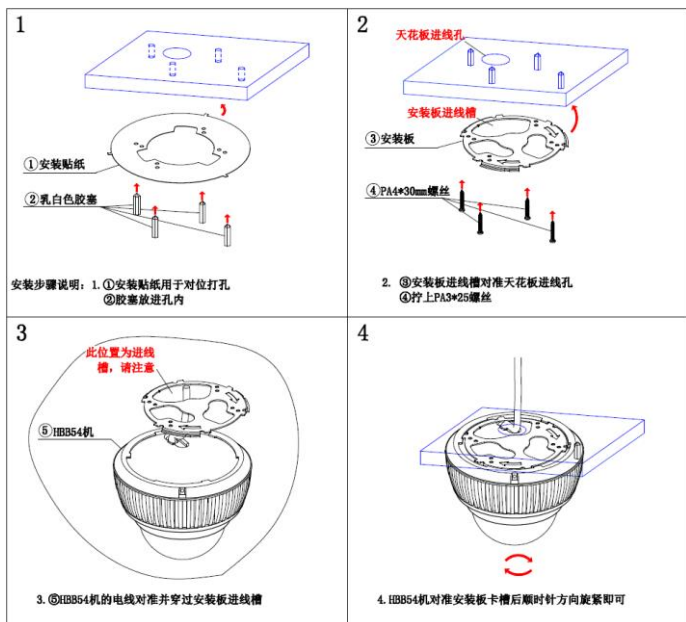

图 2-4 安装示意图 (B 型产品)
2. 从包装盒内取出安装盘, 使用配件包内安装配件将安装盘孔和贴纸孔一一对齐, 然后固定在墙上(如图2-4)。
3. 将底座机米螺丝孔位与贴纸起点位置对齐, 底座外轮廓与贴纸外部边缘外部线条重合, 顺时针旋转 (如图2-4), 旋紧后, 用六角扳手将机身侧边的机米螺丝锁紧。